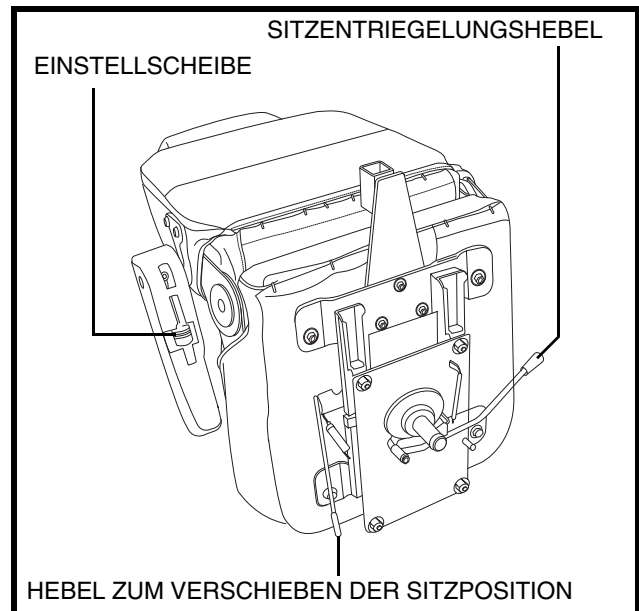

Abb. 17. Sitzeinstellungen
1. Sitzarretierungshebel nach vorne drücken, um den Sitz zu entriegeln. **Siehe Abb. 17.**
Der Abstand zwischen dem Sitz und dem Lenkerkann durch das Vorwärts- oder Rückwärtsschieben des Sitzes eingestellt werden. **Siehe Abb. 17.**
Der Armlehnenwinkel Ihres Elektromobils kann nach oben oder nach unten verstellt werden. **Siehe Abb. 17.** Die Armlehnen werden gehoben oder gesenkt durch das Drehen der Einstellscheiben.